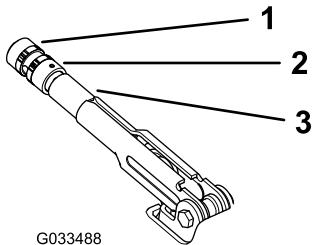

Figura 60
2. Desaperte o parafuso de afinação que fixa o manípulo à alavancas do travão de estacionamento (Figura 60).
3. Rode o manípulo (Figura 60) até ser necessária uma força de 20 a 22 kg para ativar a alavanca.
4. Aperte o parafuso de afinação quando concluir (Figura 60).